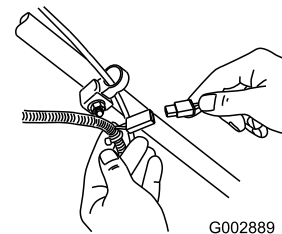

Figure 41
1. Branchez le chargeur au faisceau de câblage de la tondeuse situé sous la clé de contact (Figure 41).